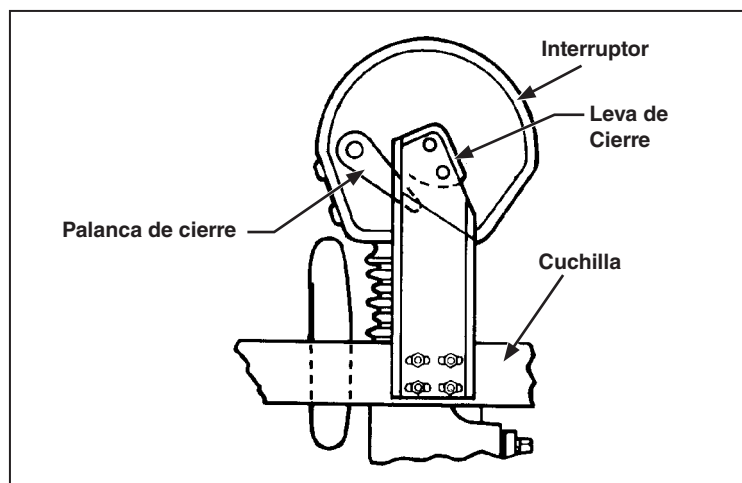

Figura 42. Conjunto de la cuchilla moviéndose en la dirección de cierre.
- Al tiempo que el conjunto de la cuchilla se mueva en la dirección de *Cierre*, cada una de las levas de cierre de las cuchillas debe engancharse de manera efectiva con la palanca de cierre de la cámara interruptiva correspondiente. Vea la Figura 42.